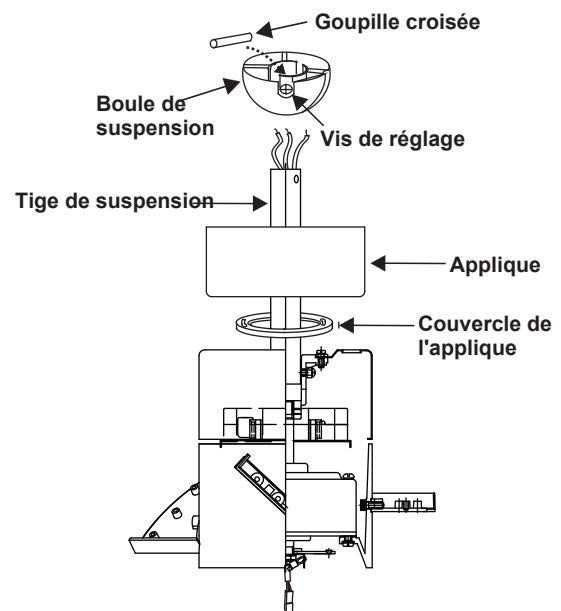

Figure 9
8. Faites glisser le couvercle de l'applique (avec le côté décoratif orienté vers le sol) et l'applique (avec l'extrémité large orientée vers le plafond) sur la tige de suspension. Remettez soigneusement en place la boule de suspension sur la tige. Assurez-vous que la goupille transversale est en position correcte, que la vis de réglage de la boule de suspension est serrée et que les fils ne sont pas torsadés. (Fig. 9)
1. Raccordez le fil d'alimentation du ventilateur (noir) au fil noir du secteur comme illustré dans la Figure 9.